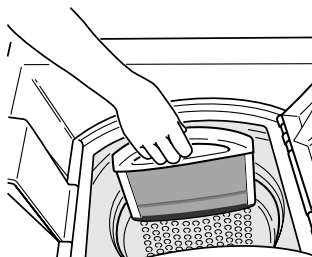

Fig. 05
- Removê-lo do seu alojamento puxando de baixo para cima (fig. 05)